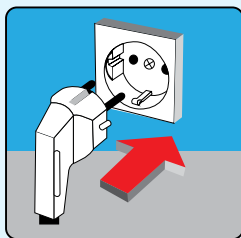

FIGURA 10
- Se il prodotto è stata scossa durante il trasporto e il posizionamento, in attesa di essere raffreddato (1) ora senza correre. Così, se l'olio nel compressore è infetto, di nuovo. Se funziona senza prestare attenzione a questa situazione, si può danneggiare il compressore.
- Collegare il prodotto a una presa stabilita in conformità delle norme, ha solo 220-240V/50 corrente Hz alternata. (Figura 10)